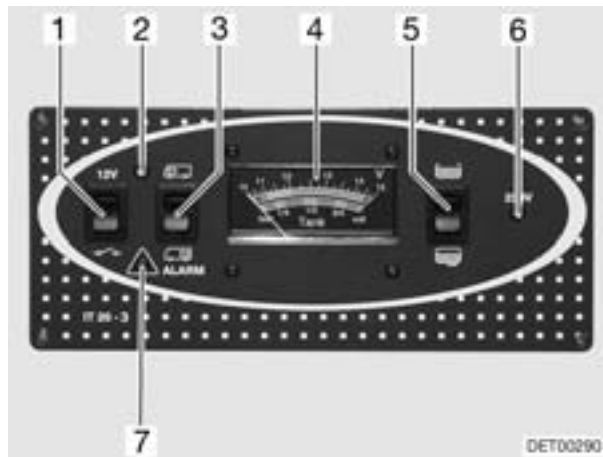

Bild 115 Control-Panel (Variante 1)
Beim Anzeigeelement V/Tank (Bild 115,4) die obere Skala beachten. Das Anzeigeelement wird automatisch beleuchtet, sobald ein Schalter gedrückt wird.
- Wippschalter (Bild 115,3) oben drücken "🚚": Die Batteriespannung der Starterbatterie wird angezeigt.
- Wippschalter (Bild 115,3) unten drücken "🏠": Die Batteriespannung der Wohnraumbatterie wird angezeigt.
Die rote Warnleuchte ALARM (Bild 115,7) blinkt, sobald die Spannung der Wohnraumbatterie 11 V (Messung im laufenden Betrieb) unterschreitet und damit Tiefentladung droht.
Beim Anzeigeinstrument V/Tank (Bild 115,4) die untere Skala beachten. Das Anzeigeinstrument wird automatisch beleuchtet, sobald ein Schalter gedrückt wird.
- Wippschalter (Bild 115,5) oben drücken "": Die Wassermenge wird angezeigt.
- Wippschalter (Bild 115,5) unten drücken "": Die Abwassermenge wird angezeigt.
Der 12-V-Hauptschalter (Bild 115,1) schaltet die 12-V-Versorgung des Wohnraums ein und aus. Ausnahme: Die Eintrittstufe und die Beleuchtung im Eingangsbereich bleiben weiterhin betriebsbereit.
- Wippschalter (Bild 115,1) oben drücken "12 V": Die 12-V-Versorgung des Wohnraums ist eingeschaltet. Kontroll-Leuchte (Bild 115,2) leuchtet grün.
- Wippschalter (Bild 115,1) unten drücken "": Die 12-V-Versorgung des Wohnraums ist ausgeschaltet. Kontroll-Leuchte (Bild 115,2) erlischt.
Die 12-V-Kontroll-Leuchte (Bild 115,2) leuchtet, wenn der 12-V-Hauptschalter (Bild 115,1) eingeschaltet ist.
Die gelbe 230-V-Kontroll-Leuchte (Bild 115,6) leuchtet, wenn am Eingang des Elektroblocks Netzspannung vorhanden ist.